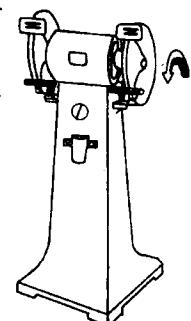

图 1-2 砂轮机
砂轮机主要是修磨钳工用的各种刀具或工具，如錾子、钻头、刮刀等，它主要由电动机、机座、托架和防护罩等组成，其外形如图 1-2 所示。
1) 砂轮的旋转方向应正确（如图 1-2 中箭头所指的方向），使磨屑向下方飞离砂轮。